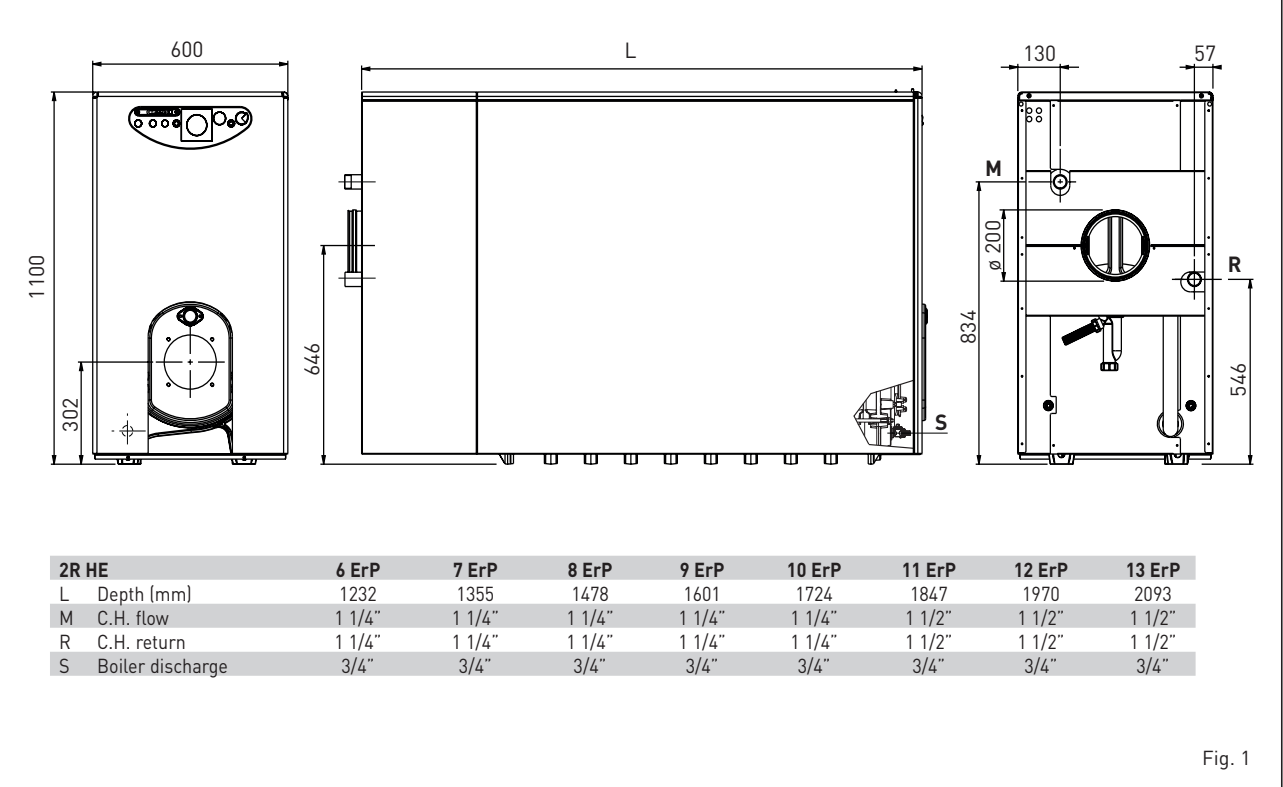

Fig. 1
1.2 DIMENSIONAL DETAILS (fig. 1)